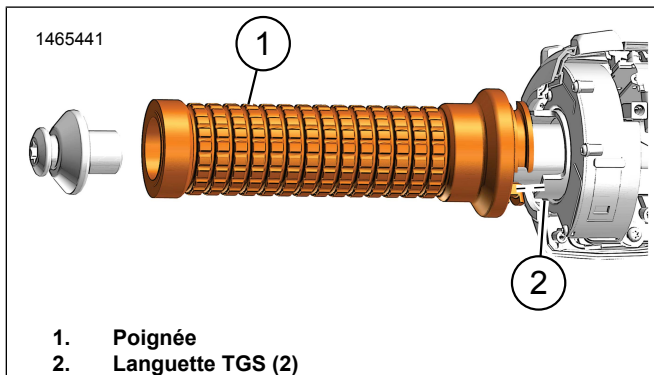

Figure 4. Engagement TGS
1. Voir la Figure 4. Installez la poignée. Consultez le manuel d'entretien.
- a. Alignez les languettes Capteur de la poignée d'accélération (TGS) (2) avec les segments dans la poignée (1).